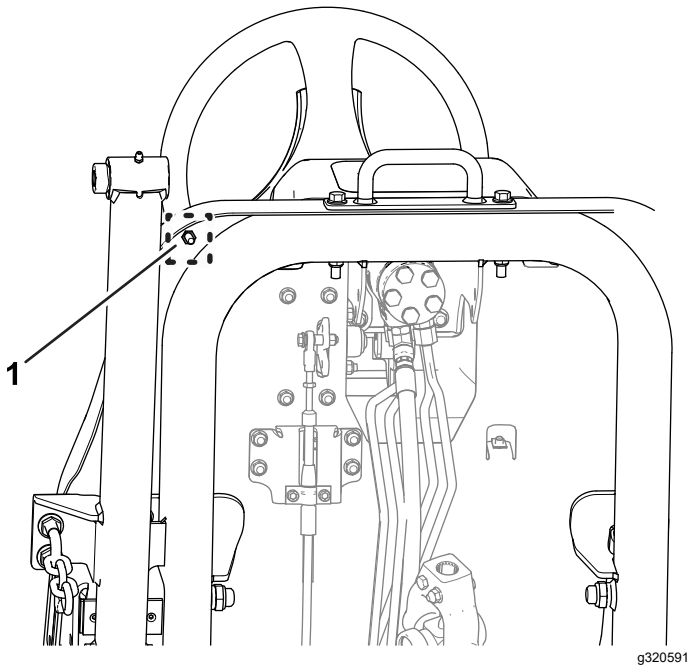

Figure 77
- B. Desserrez l'écrou de blocage au bas du repose-pied (Figure 77).
- F. Tout en maintenant la butée de la pédale de déplacement, serrez l'écrou de blocage au bas du repose-pied (Figure 76 et Figure 77) à un couple de 37 à 45 N·m.